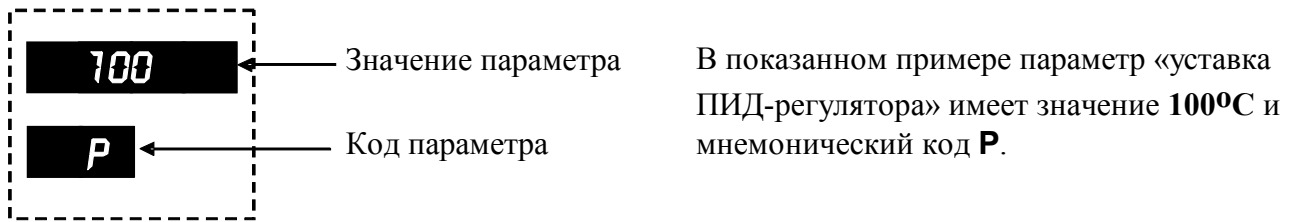

Рисунок 3.4 – Отображение параметров и кодов параметров на индикаторе
**Значение** параметра отображается на четырехразрядном измерительном индикаторе, **код** параметра отображается на двухразрядном индикаторе кодов параметров (рисунок 3.4).